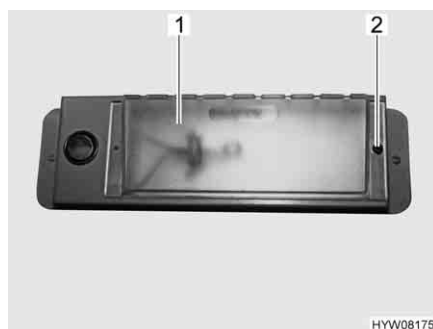

Fig. 138 Lampada del garage
- Svitare la vite di fissaggio (Fig. 138,2).
- Spostare e rimuovere la copertura (Fig. 138,1).